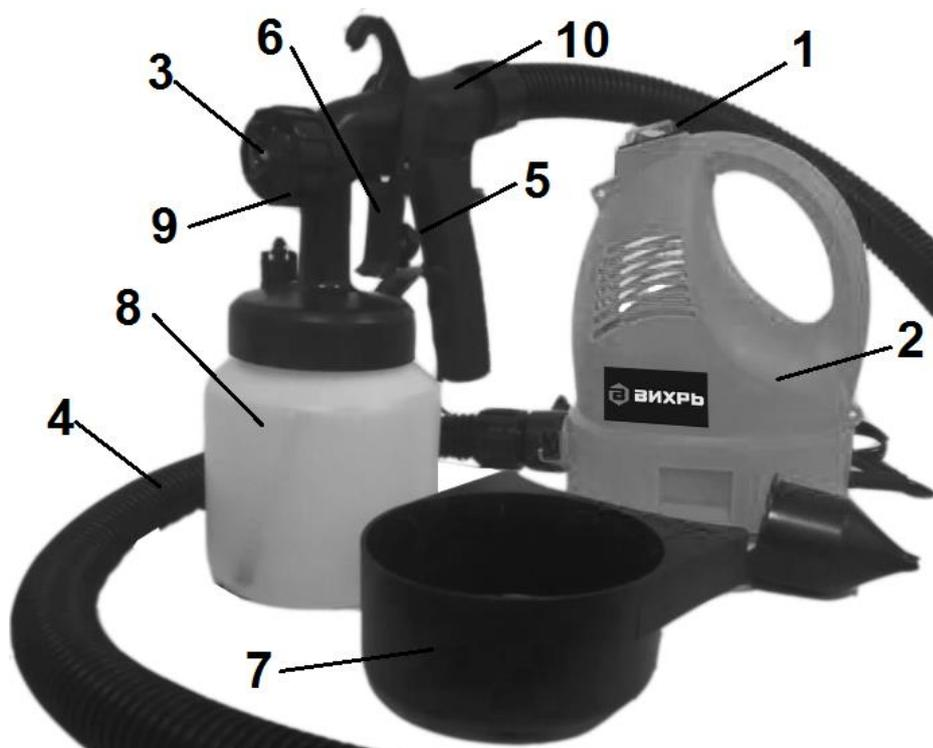

Рис. 1. Общий вид
4.1 Разнесённые компрессорный блок и краскораспылитель, снижают вес в руках оператора. Гофрированный шланг (рис.1 поз.4) позволяет окрашивать поверхности, при нахождении компрессорного блока на полу.
Коллекторный двигатель в сборе с компрессором расположен в пластиковом корпусе (рис.1 поз.2), состоящем из двух половин. В верхней части корпуса находится клавиша выключателя двигателя (рис.1 поз.1). Она имеет два фиксированных положения: «0» - выключено, «1» - включено. Воздух из компрессора подаётся гофрированным шлангом в краскораспылитель (рис.1 поз.10).
Из бачка (рис.1 поз.8), под давлением сжатого воздуха, краска всасывающей трубкой подаётся в форсунку, для смешивания её с воздухом. В форсунке происходит смешивание воздуха с краской и подача в насадку - распылитель (рис.1 поз.3), для покрытия поверхностей.
Регулятором (рис.1 поз.5) изменяется расход распыляемого материала. Поворот винта регулятора против часовой стрелке уменьшает количество распыляемого материала, по часовой – увеличивает.
В передней части рукоятки краскораспылителя расположен пусковой курок (рис.1 поз.б), при нажатии на который воздушно-капельная смесь через форсунку подаётся в распылительную головку (рис.1 поз.3). При отпускании клавиши подача краски к форсунке прекращается. После окончания работы необходимо отключить компрессор выключателем (рис.1 поз.1).
7.1 После распаковки проверьте комплектность изделия, отсутствие повреждений корпуса компрессорного блока (рис.1 поз.2), пистолета- краскораспылителя (рис.1 поз.10) и гофрированного шланга (рис.1 поз.4).
7.2 Соедините гофрированным шлангом выходной штуцер корпуса компрессорного блока с входным штуцером краскораспылителя. Проверьте надёжность затяжки зажимной гайкой (рис.1 поз.9) головки распылительной (рис.1 поз.3).
- ослабить зажимную гайку (рис.1 поз.9);
- повернуть распылительную головку (рис.1 поз.9) в одно из указанных положений;
Приготовьте распыляемый материал (краску, лак, грунтовку и т.п.). Перед заправкой бачка (рис.1 поз.8), в отдельной ёмкости проверьте вязкость материала, для чего: